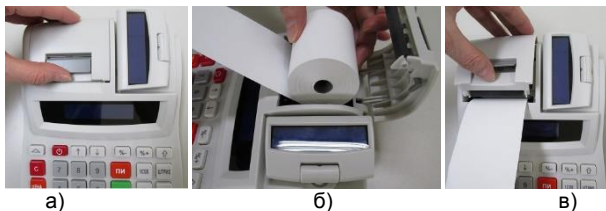

Рисунок 8 – Установка бумажного носителя в термопринтер
- открыть крышку принтерного отсека (рисунок 8а);
- положить рулон бумажного носителя вниз принтерного отсека так, чтобы конец бумаги выходил снизу (рисунок 8б)
- закрыть крышку, слегка нажав на неё (рисунок 8в).